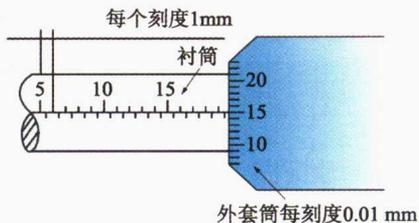

图 1-11 外径千分尺尺寸刻度
- ③ 测量轴承外径时，将千分尺固定测砧轻触轴承一端，然后旋转活动测砧（心轴）接触轴承另一端，直到棘轮响 2 ~ 3 声即可，过度挤压（太紧）会影响测量尺寸的精确性。
- ④ 可将测量组件垫高，直到双手使用千分尺不受空间限制，如此测量精度较易掌握。
(2) 外径千分尺的读法。如图 1-11 所示，先读衬筒（内套筒）标线的尺寸，再加上外套筒上的尺寸，即为测量尺寸。